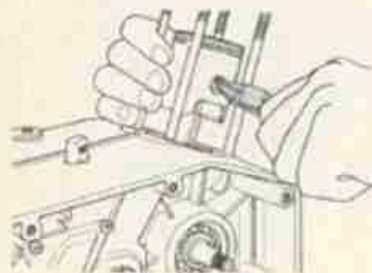
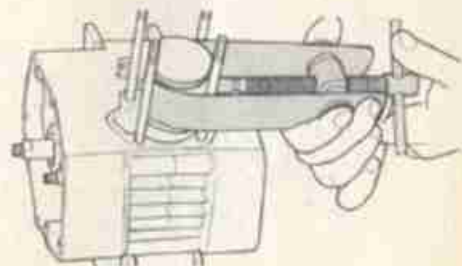

FIG. 17 Rimozione anelli di fermo
FIG. 18 Estrazione spinotto
- 19) PRIMA di rimuovere gli anelli di fermo spinotto chiudere con uno straccio pulito l'imbocco del carter onde evitare di far cadere gli anelli di fermo all'interno del motore. Togliere quindi i 2 anelli di fermo (fig. 17), sfilare lo spinotto con l'apposito estrattore commerciale (fig. 18) e, qualora si intenda utilizzare una spina a 2 diametri, battere leggermente avendo cura di supportare contemporaneamente dalla parte opposta il pistone in modo da evitare danni alla biella.